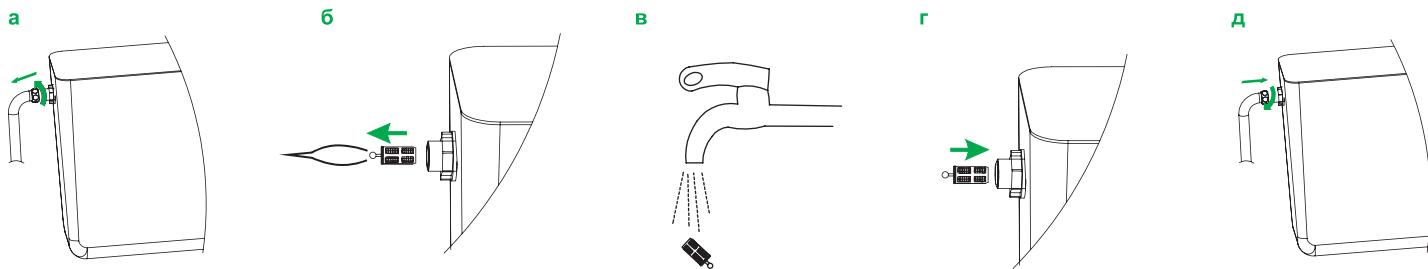

Рис. 16 / 16-сүр.
2. Открутить шланг подводки воды (рис. 16а) и руками (или с помощью пинцета) извлечь фильтр-вставку из корпуса впускного клапана (рис. 16б).
3. Промыть фильтр (рис. 16в).
4. Собрать все в обратной последовательности (рис. 16г, д).
| Медленное наполнение или непоступление воды в бачок унитаза. | 1. Засорение фильтра.2. Перегиб гибкой подводки.3. Непоступление воды из центрального водопровода. | 1. Отвернуть шланг подводки воды, извлечь фильтр (рис. 16) и промыть.2. Устранить перегиб.3. Проверить положение крана (откр./закр.) либо наличие воды в центральном водопроводе. |